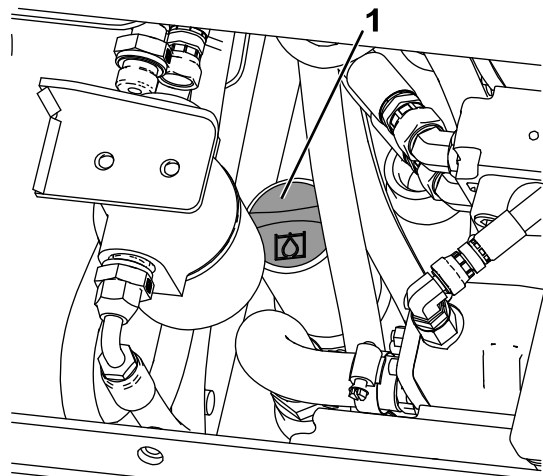

Bild 70
7. Reinigen Sie den Bereich um den Füllstutzen des Hydraulikbehälter (Bild 70).